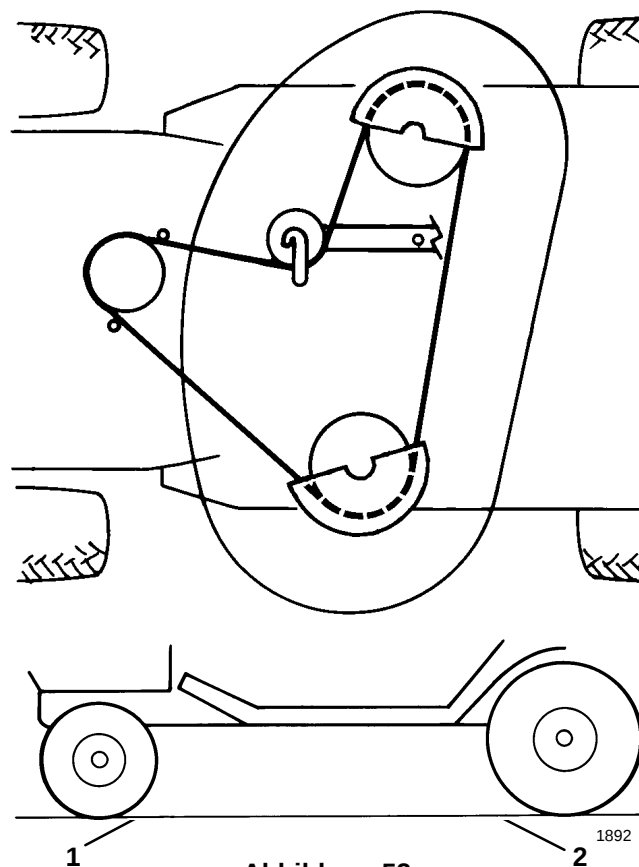

Abbildung 52
4. Zur Kontrolle der Neigung in Längsrichtung den Abstand zwischen Mähwerkunterseite (vordere Mitte und hintere Mitte) und der flachen Oberfläche messen (Abb. 52). Wenn die Vorderseite des Mähwerks mehr als $3/16"$ (4,7 mm) tiefer liegt als die Hinterseite, ist eine Einstellung erforderlich.